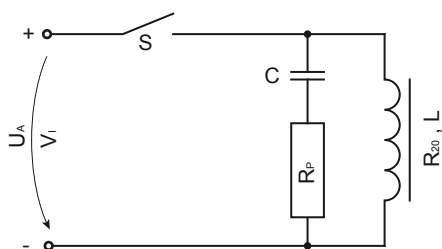

Fig. 10: Beschaltung mit RC-Glied / RC module circuit
8.7.4. RC-Glied (Fig. 10)
8.7.4. RC module (Fig. 10)